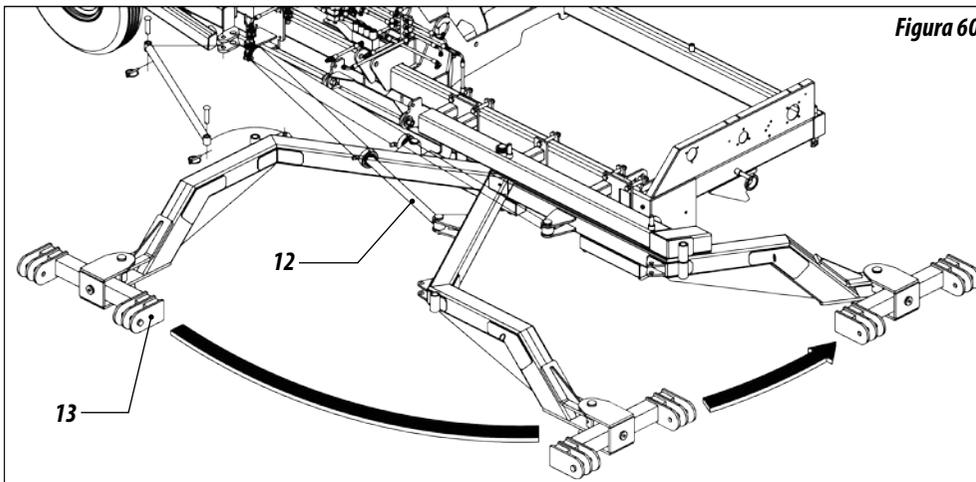

Figura 60
08 - Accione el pistón de abertura (12) a través del comando hidráulico del tractor, observando el desplazamiento del cabezal (13) según Figura 60.